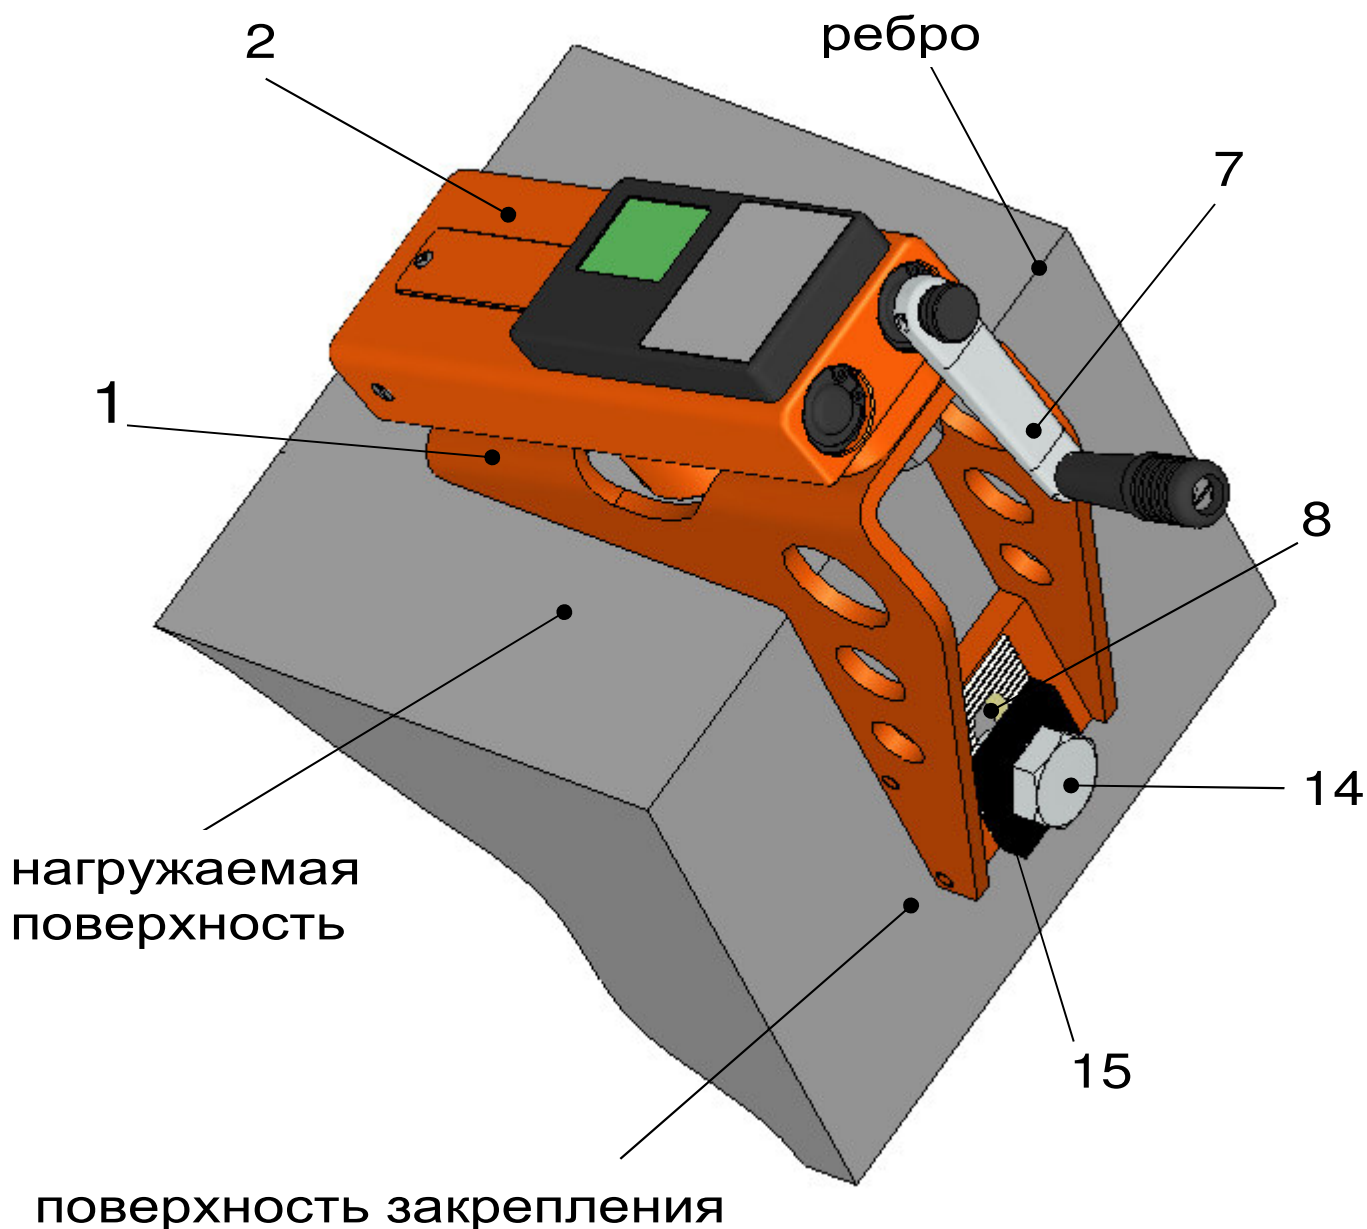

Рисунок 3
5.4.3 Силовой кронштейн плотно приложить к ребру (см. рис. 3) объекта контроля, чтобы скалывающий элемент 13 гидропресса находился в контакте с нагружаемой поверхностью бетона.